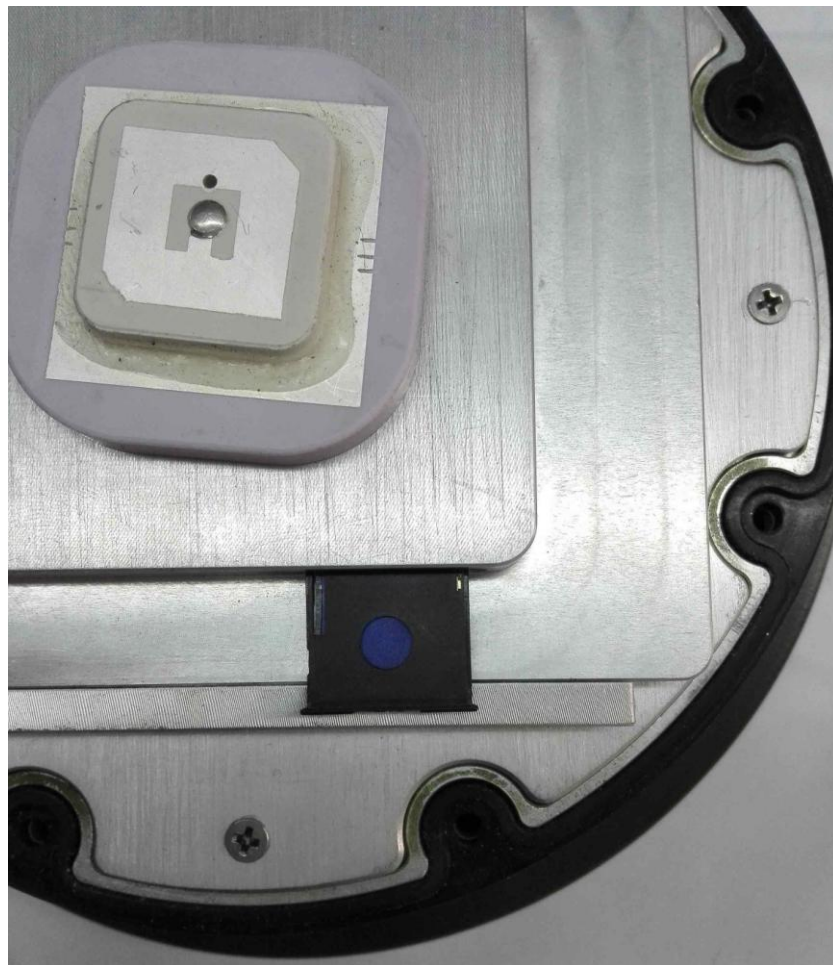

图 5.5 主卡安装示意图
- 将装有 SIM 卡的卡托放入设备的卡座中，卡芯向下，如图 5.5 所示，将卡托推入卡座中。